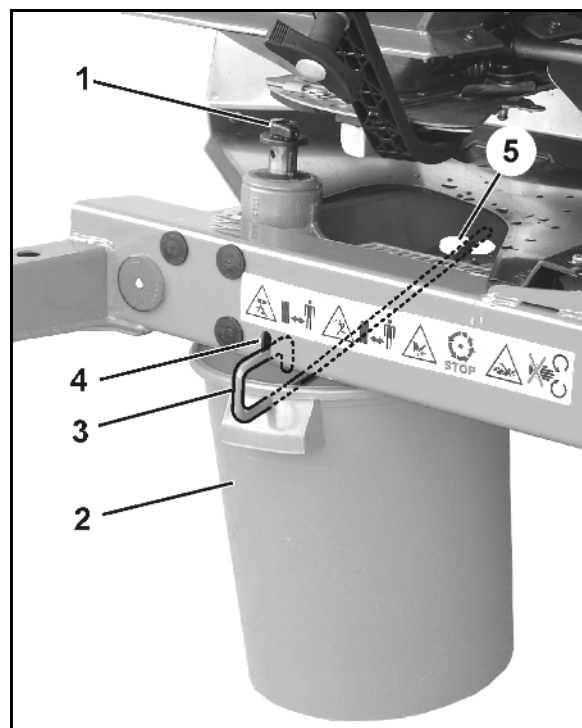

Fig. 63
- 2.1 Deșurubați șurubul-fluture (Fig. 63/1) pentru fixarea discului de împrăștiere și scoateți discul de pe arborele transmisiei.
3. Agățați vasul colector (Fig. 63/2) prin intermediul etrierului (Fig. 63/3) în suporturile de susținere (Fig. 63/4 și Fig. 63/5) pe cadru.